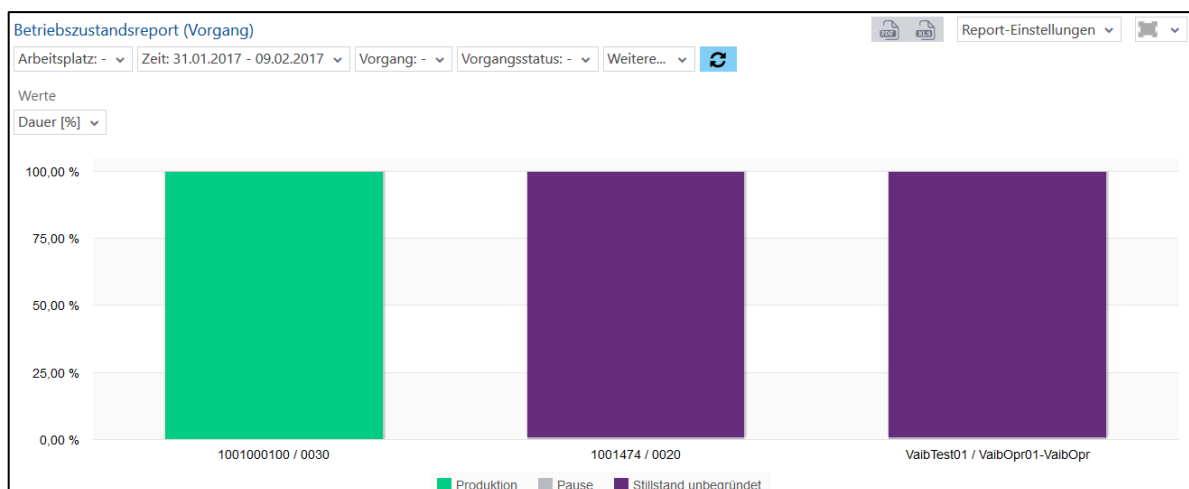

Bild 83: Betriebszustandsreport (Vorgang) als Säulendiagramm
- Betriebszustandsreport (Vorgang) als Säulendiagramm (Bild 83):